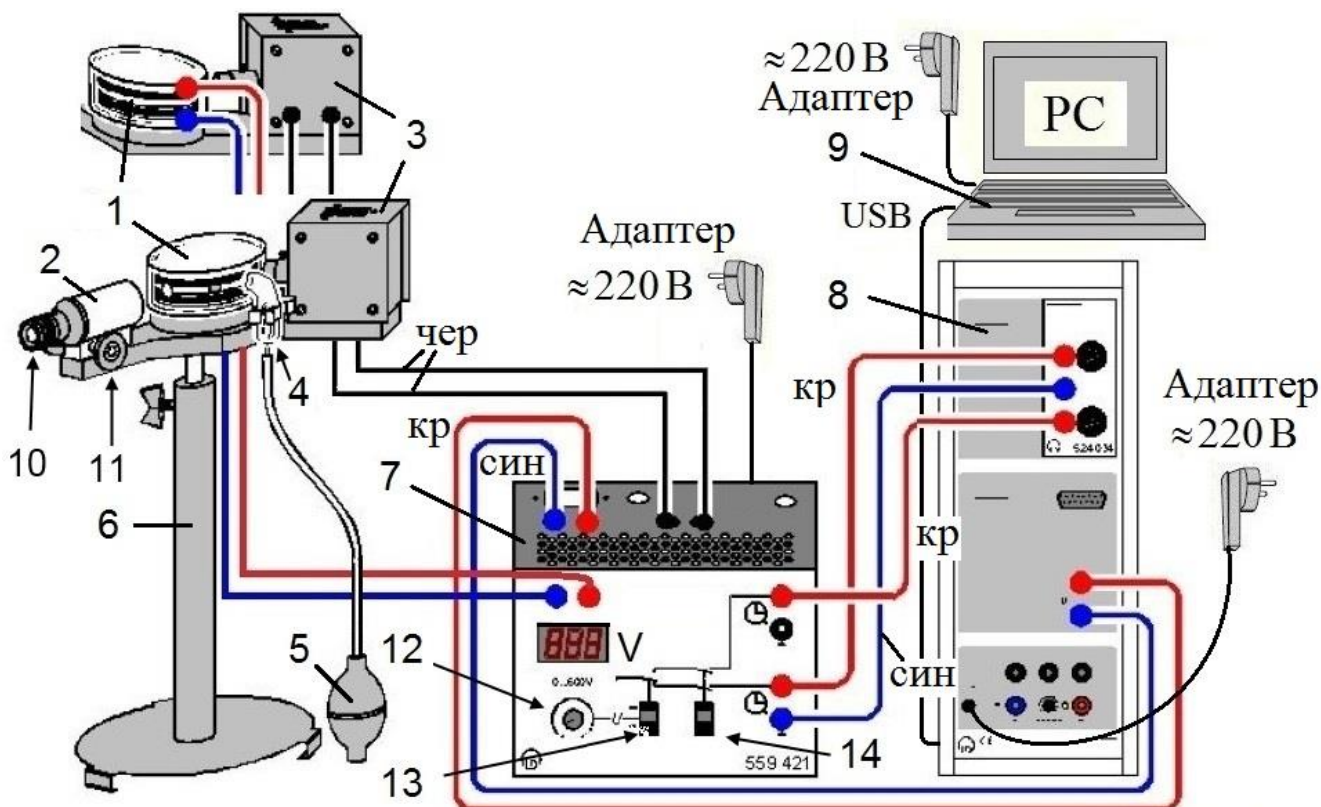

Рис. 2. Функциональная схема измерительной установки.
1. Проверить соответствие монтажа схеме установки (рис. 2).